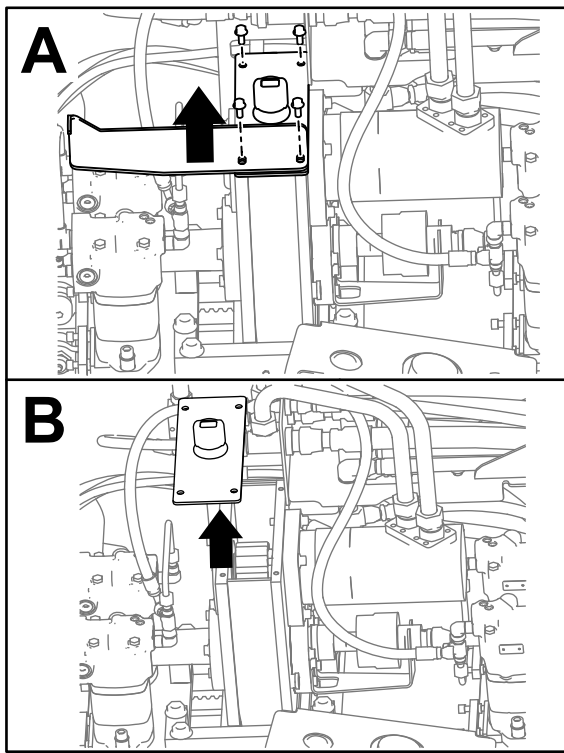

Figure 135
3. Retirez les 4 boulons de la plaque de protection et du boîtier d'engrenages (encadré A de la Figure 135).
4. Déposez la plaque de protection (encadré A de la Figure 135).
5. Retirez le couvercle du boîtier d'engrenages et siphonnez l'huile (encadré B de la Figure 135).
9. Remettez la plaque de protection en place et installez les deux boulons (encadré A de la Figure 135).
10. Mettez les 2 autres boulons pour fixer le couvercle sur le boîtier d'engrenages (encadré A de la Figure 135).